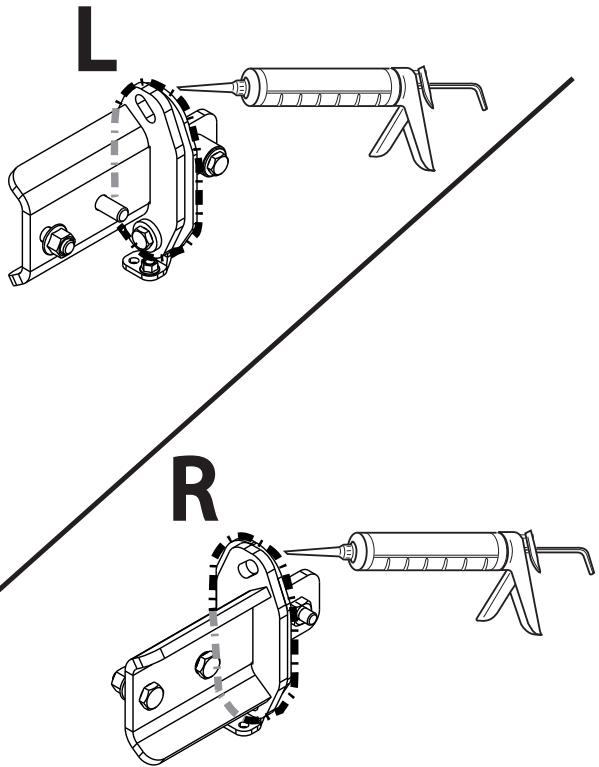

Fig. 4
- Герметизировать обозначенные части (см. рис. 4)